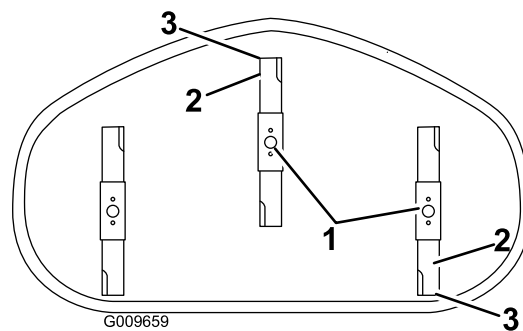

Figura 56
4. Gire cuidadosamente las cuchillas colocándolas en el sentido de avance de la máquina (Figura 56).
5. Mida entre la punta de la cuchilla delantera y la superficie plana y entre la punta de la cuchilla trasera y la superficie plana (Figura 56).
7. Después de realizar el ajuste, compruebe de nuevo la inclinación longitudinal, y siga ajustando la tuerca hasta que la punta de la cuchilla delantera esté entre 1.6 y 7.9 mm (1/16" a 5/16") más baja que la punta de la cuchilla trasera (Figura 56).